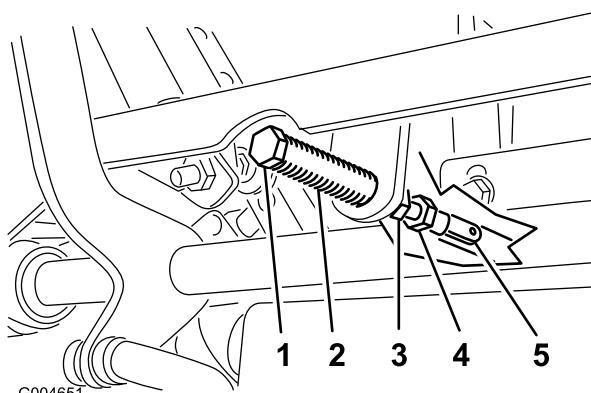

Figure 78
5. Tirez-le ensuite en arrière jusqu'à ce que l'axe de chape (situé sur un bras au-dessus de l'axe de pivot) touche l'extrémité de l'encoche (c.-à-d. commence juste à appuyer sur le ressort), comme montré à la Figure 78.
7. Si un réglage s'impose, desserrez l'écrou et l'écrou de blocage vissés contre la chape (Figure 78).
8. Appliquez une légère pression à l'arrière du levier, et tournez la tête du boulon de réglage dans le sens voulu pour centrer le levier à la position de VERROUILLAGE AU POINT MORT (Figure 78).
9. Serrez l'écrou et l'écrou de blocage (Figure 78).
10. Serrez les écrous de blocage contre les rotules (Figure 78).